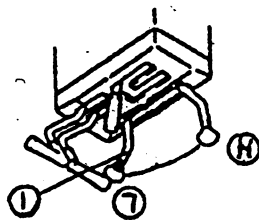

Рис. 2-4.
2.2.1.1. Рычаг управления подачей топлива (1) (Рис. 2-4)